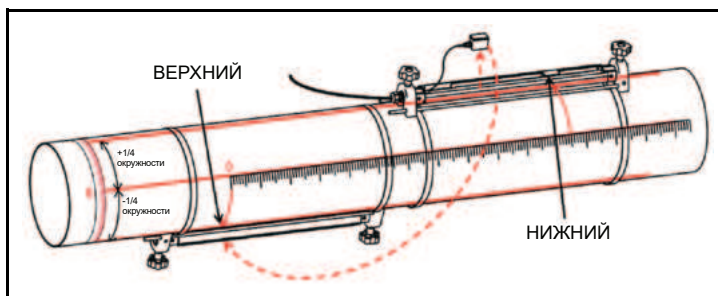

Рис. 21. Установка без отражения сигнала и расстоянием между преобразователями >320 мм
- b. Снимите преобразователь по потоку с первого крепежного приспособления (см. рисунок 21 ниже). Отсоедините кабель преобразователей и проденьте его через второе крепежное приспособление.